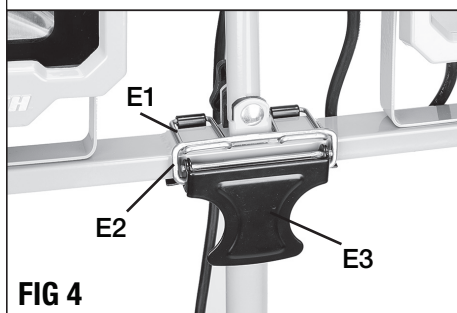

FIG 4
## FIXATION DE LA LAMPE DE TRAVAIL AU TRIPODE (FIG 4)
2. Utiliser le système de verrouillage de support (E1, E2 et E3) pour fixer l'ensemble de la lumière de travail sur le trépied comme représenté sur la figure 4.